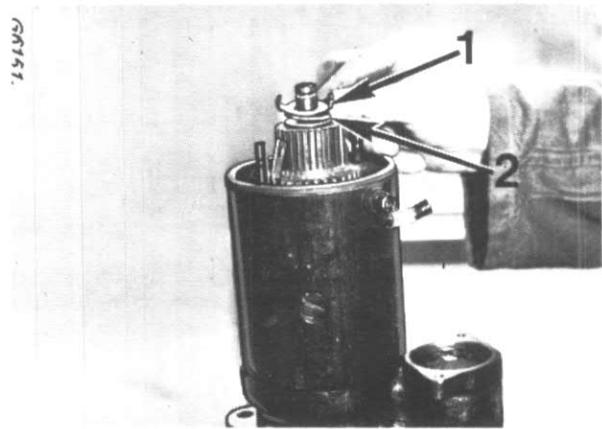

Figure 13
S'il y a une rondelle (1) et un disque (2), fig. 13, enlevez-les.